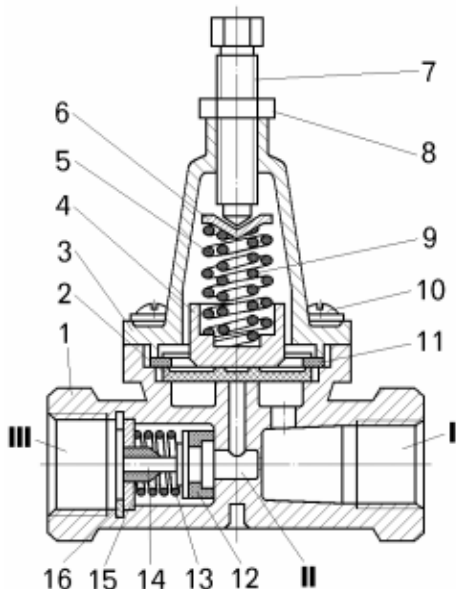

Рисунок 11.5 – Одинарный защитный клапан:
- отвернуть винты 10 (рисунок 11.5) крепления крышки 3 к корпусу 1, снять крышку, вынуть диафрагму 2, шайбу 11, поршень 4, пружины 5, 9 и тарелку пружины 6;